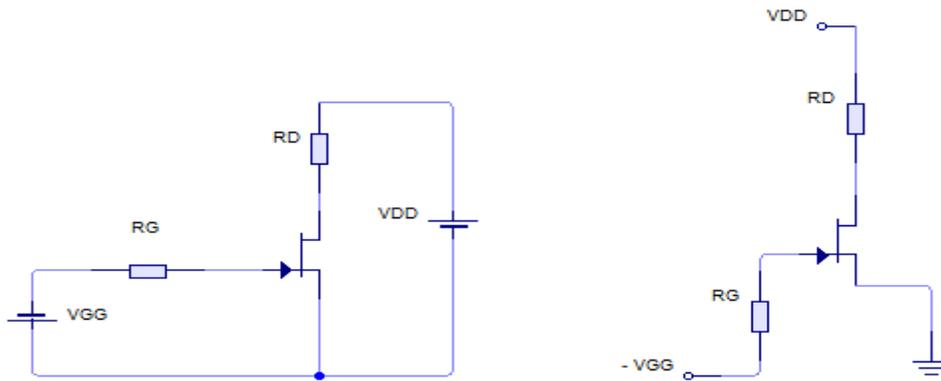

Figura 4.17. Polarización fija
En estos transistores, como en los bipolares, el circuito de entrada es el que polariza al transistor JFET, siendo en este tipo la red de compuerta. En el diagrama del circuito de la figura 4-17, la tensión en la compuerta fija el valor de la corriente de equilibrio o de reposo.
*Análisis del circuito de polarización fija de la figura 4-17*